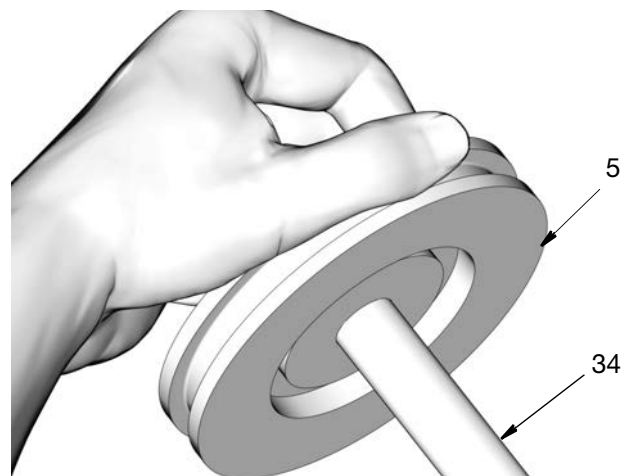

ABB. 31
6. Den Kolben (5) über das Ende der Kolbenstange (34) schieben, bis er fest an der Stange sitzt (ABB. 31).
7. Die Mutter (37) über dem Ende der Kolbenstange (34) anbringen. Zum Festziehen der Mutter zwei Schraubenschlüssel in entgegengesetzte Richtungen drehen. Einen Einmaulschlüssel an den Schlüsselflächen der Kolbenstange ansetzen und mit dem anderen Schlüssel die Mutter festziehen. wie gezeigt in ABB. 31. Die Mutter mit 13 bis 15 ft. lbs (17,6 bis 20,3 N.m) festziehen.